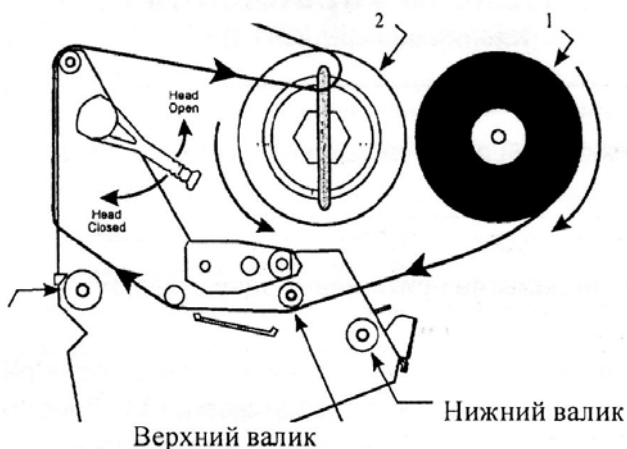

Рис. 8
- 4) Протяните конец ролика красящей ленты как показано на рис. 8, не сменяя его.
- 5) Прикрепите конец красящей ленты к валлику намотки использованной красящей ленты (рис. 8-2) как показано на рис. 8 и поверните валлику намотки использованной красящей ленты несколько раз против часовой стрелки.